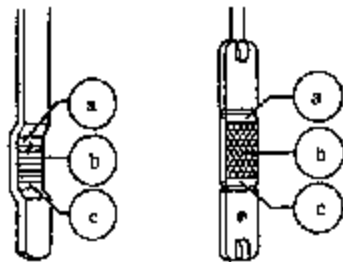

图 2-95 机油标尺
(1) 起动发动机暖机直至机油温度高于 60°C，将发动机熄火，并使汽车停在水平路面上。等待数分钟，待机油回流至油底壳后方可进行下面步骤。
(2) 拨出机油标尺，用干净布擦净标尺后重新插入。再次拨出机油标尺，读取油位。机油标尺上的油位标记如图 2-95 所示，其中 a 表示不可加机油；b 表示可加注机油，加注后油位可达 a 区；c 表示必须加注机油，使油位达区域 b 某一位置即可。